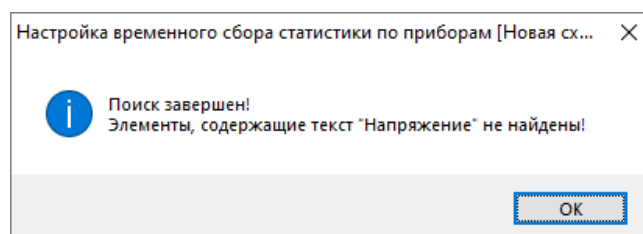

Рисунок 12-147 Уведомление о завершении поиска и отсутствии найденных элементов
- если в списке параметров для опроса нет параметров, наименование которых содержит введенное сочетание символов, то появится окно с соответствующим уведомлением (см. Рисунок 12-147) о завершении поиска и отсутствии найденных элементов.